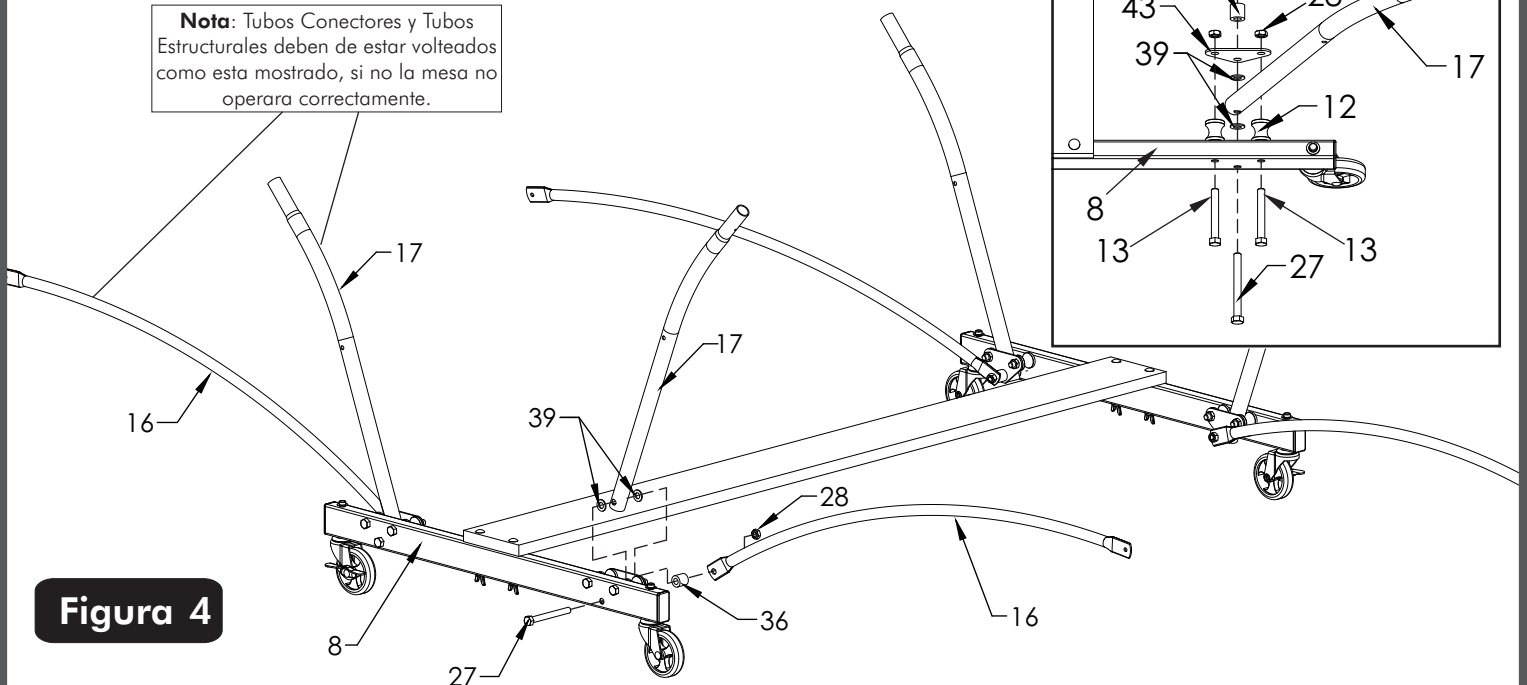

Figura 4
4. Una los Tubos Estructurales (#17) y los Tubos Conectores (#16) a los Carriles con Llantas (#8) como se muestra en la **Figura 4**.
- Si es necesario afloje los Tornillos (#13) y Tuercas (#28) para que el Tubo Estructural (#17) pueda caber entre la Placa de Soporte (#43) y Carril con Llantas (#8) como esta mostrado en la **Vista de arriba** y la **Figura 4**.
- Deslice un Tornillo de Cabeza Hexagonal (#27) a través del Carril con Llantas (#8), seguida por una Rondana de Plástico (#39), Tubo Estructural (#17), otra Rondana de Plástico (#39), Placa de Soporte (#43) un Separador (#36), Tubo Conector (#16), y Tuerca de Seguridad (#28). como se muestra en la **Vista de arriba** y la **Figura 4**